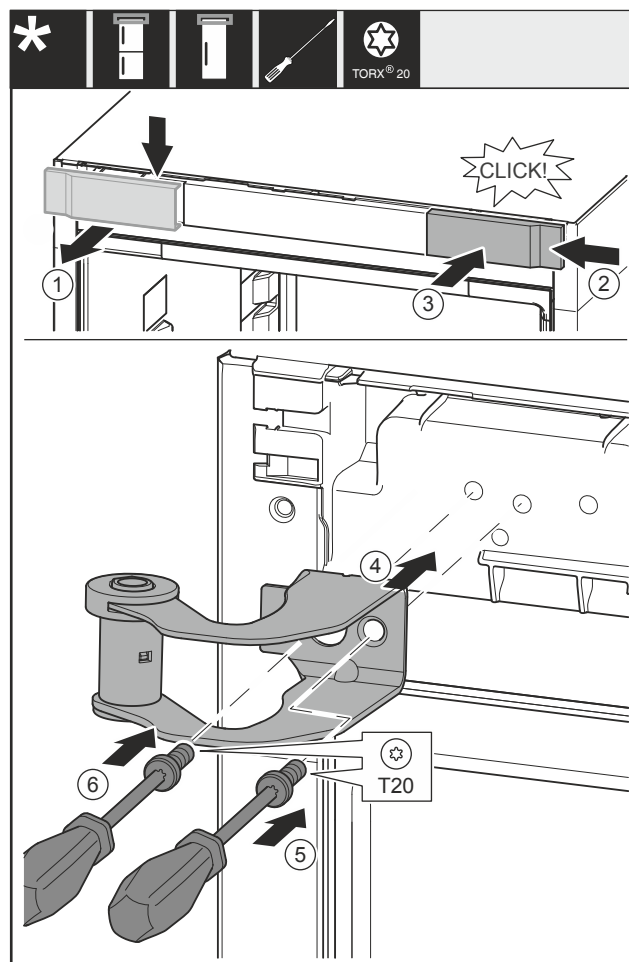

Fig. 35
- Odeberte kryt Fig. 35 (1) shora dopředu.
- Kryt Fig. 35 (2) otočený o 180° zavěste na druhé straně zprava.
- Zaklapněte kryt Fig. 35 (3).
- Nasadte horní stojan ložiska Fig. 35 (4).
- Utáhněte šroub Fig. 35 (5).
- Utáhněte šroub Fig. 35 (6).